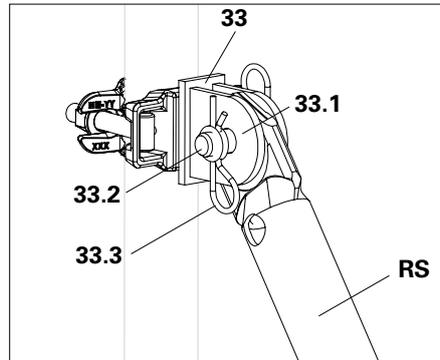

Fig. A8.03
Connecter l'étais tirant-poussant (RS) et les cosses de connexion (33.1) avec des boulons (33.2) et des goupilles de sécurité (33.3). (Fig. A8.03)